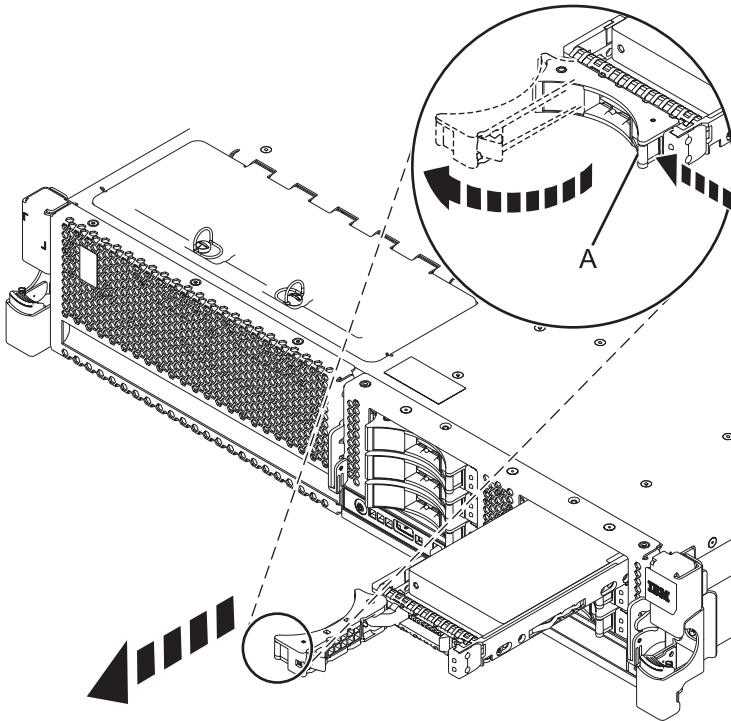

Figure 27. Retrait de l'unité de disque du fond de panier
- 1) Déverrouillez la poignée de l'unité de disques (A) et tirez-la vers vous pour la dégager.
- 2) Placez une main sous l'unité de disques et tirez avec précaution l'unité de disques du système, comme indiqué dans la figure 27.